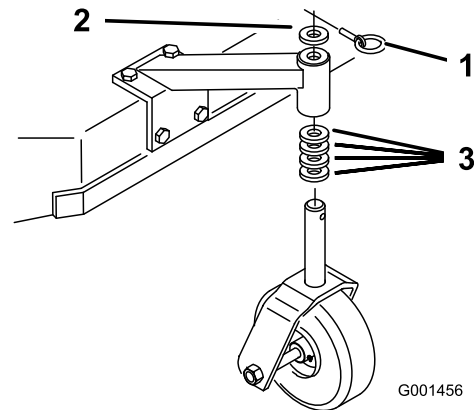

Figura 14
1. Usando la Tabla de alturas de corte, ajuste los espaciadores de las ruedas giratorias según el taladro de eje seleccionado (Figura 14).
2. Retire el pasador, retire la rueda giratoria del soporte y cambie los espaciadores (Figura 14).
3. Instale la rueda giratoria en el soporte e introduzca el pasador (Figura 14).